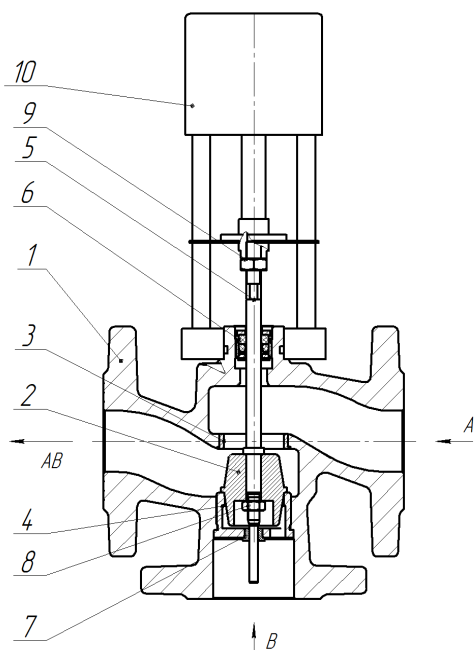
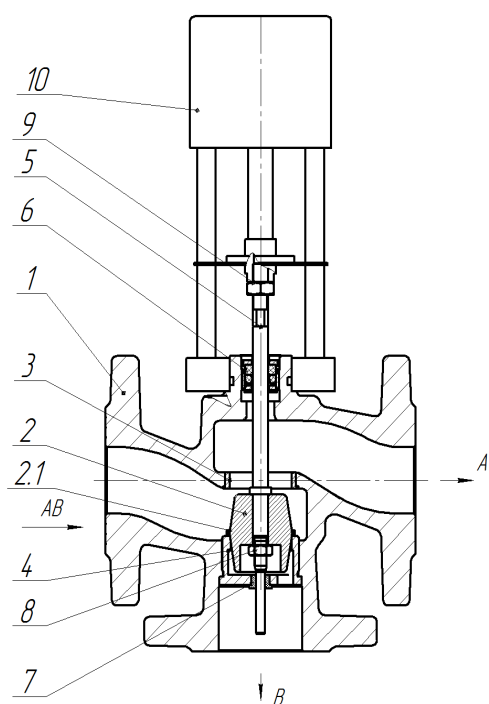

Рисунок 2. смесительный клапан DN 15 – 150. исполнение А.
Рисунок 3. Разделительный клапан DN 15-150. исполнение Б.
3.1.2. Смесительный клапан (рисунок 2) состоит из следующих основных узлов и деталей:
В состав разделительного клапана (рисунок 3) входят:
3.1.2. Смесительный клапан (рисунок 2) состоит из следующих основных узлов и деталей: 1 – корпус; 2 – плунжер; 3 – седло; 4 – седло ввертное; 5 – шток; 6– гайка уплотнения штока; 7 – втулка направляющая; 8 – гайка плунжера; 9 – гайка стопорная; 10 – электрический исполнительный механизм. В состав разделительного клапана (рисунок 3) входят: 1 – корпус; 2 – плунжер; 2.1 – уплотнение затвора; 3 – седло; 4 – седло ввертное; 5 – шток; 6– гайка уплотнения штока; 7 – втулка направляющая; 8 – гайка плунжера; 9 – гайка стопорная; 10 – электрический исполнительный механизм.